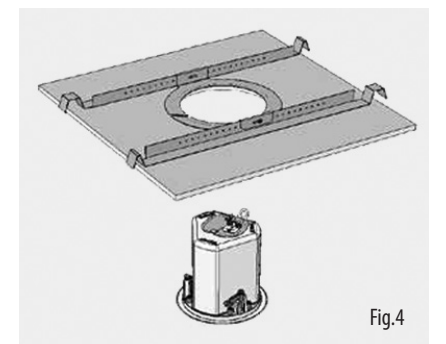

Fig.4
如果使用电源驱动器, Tannoy 建议将扭矩设置为 1.5 Nm。(图 4)
7. 将格栅推到扬声器上, 插入格栅。(图 4)
- CVS 4 (EN54) 配有 30 W 变压器。在分布式线路系统中使用时, 变压器可以分接 30W、15W 和 7.5W, 另外还有 3.75W 分接用于 70V 线路系统。(图 4)